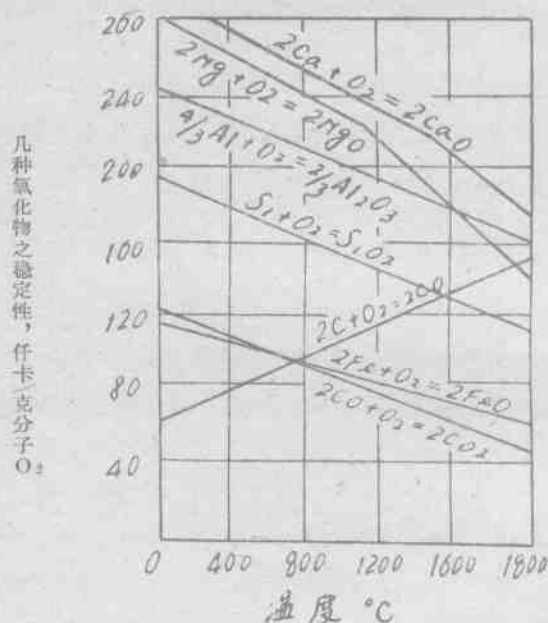

图7 几种氧化物之稳定性与温度的关系
- 附图 7 冷却水桶
二氧化矽是一种很稳定的化合物。由图 7 可以看出，几乎所有